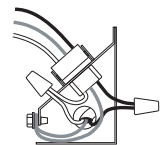

Figure 14 — Câblage correct
- Déposer le capot de câblage. À l'aide de connecteurs adaptés, câbler le caisson de ventilation comme sur la Figure 14.